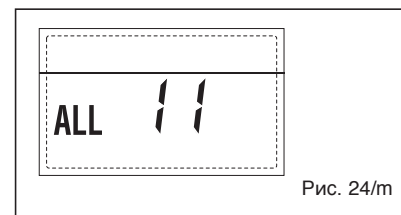

Рис. 24/м
**– НЕПОЛАДКА В КОНФИГУРАЦИИ “ALL 12” (рис. 24 / н)**